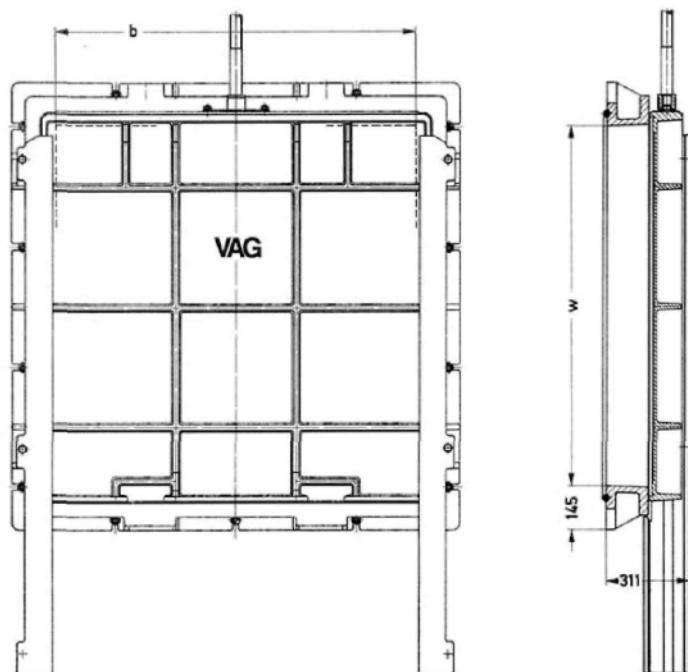

рис.28
- VAG AWA-LT поверхностный затвор с 3х-сторонним уплотнением и подвижным водосливом для крепления на стену (рис.28)